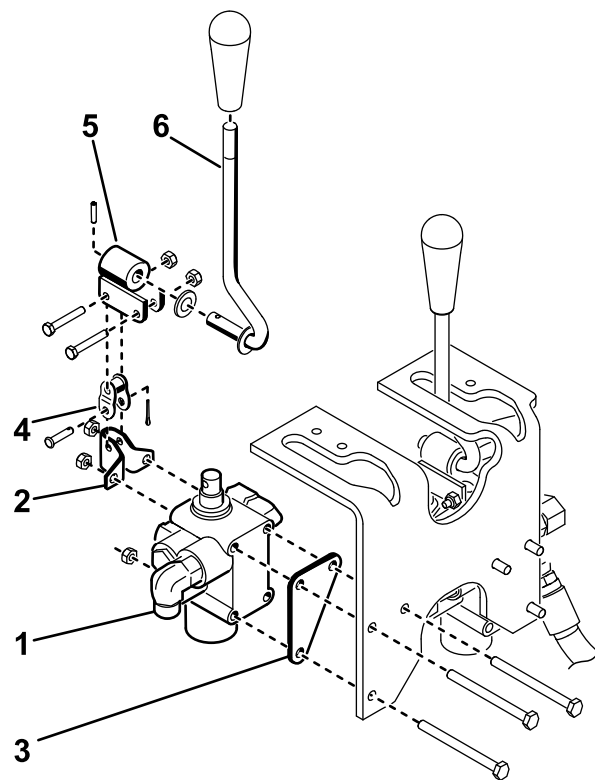

图 8
2. 使用 3 个螺栓 1/4 x 3 英寸和 3 个锁紧螺母将阀门总成、枢轴支架和阀板安装到机架上图 8。安装时将阀板靠在机架构件前部并上紧紧固件扭矩至 1012 N·m。
3. 使用 2 个螺栓 #10 x 1-1/4 英寸和 2 个锁紧螺母将枢轴杆总成松动地安装到阀芯和偏置链节上图 8。